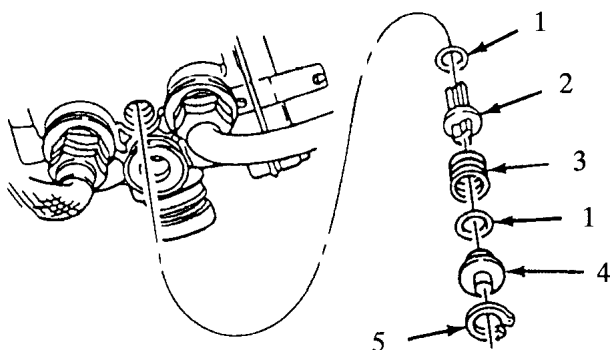

Figure 80 Bypass (Relief) Valve
7. Bypass (Relief) Valve (Figure 80).